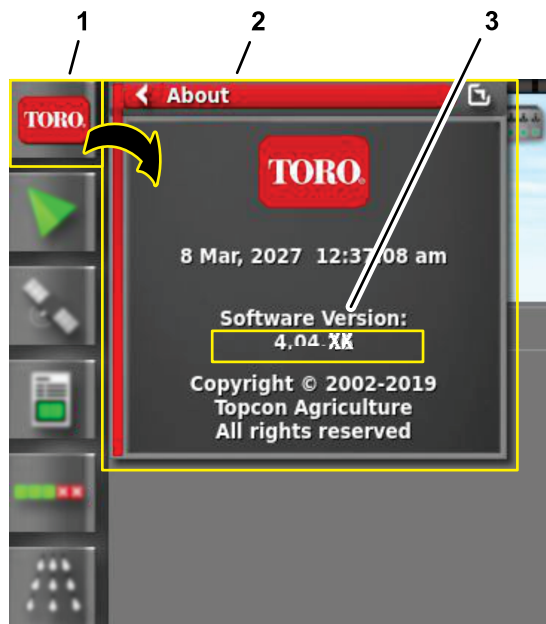

図 235
2. 制御コンソールの左上にある ABOUT (Toro) アイコンを押す 図 235。